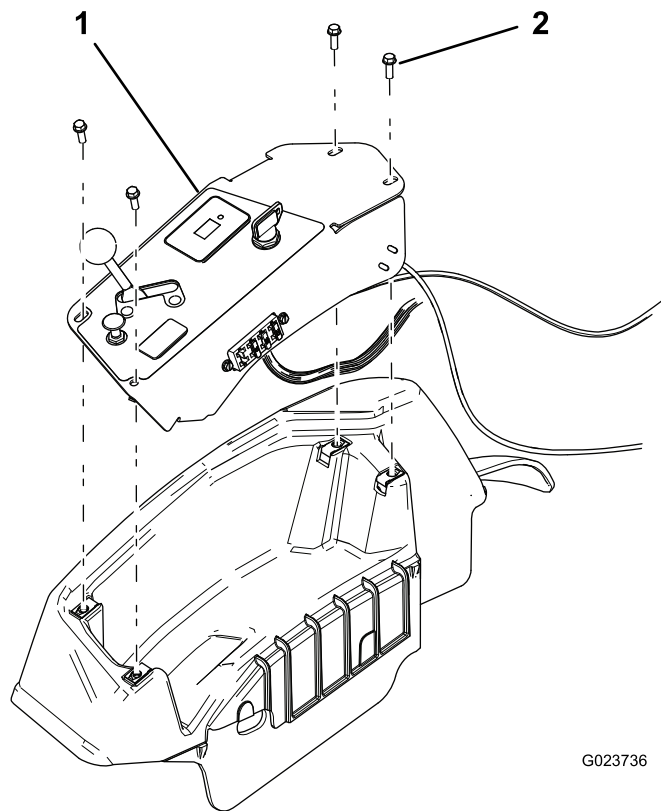

Рисунок 33
1. Снимите панель управления (Рисунок 33).